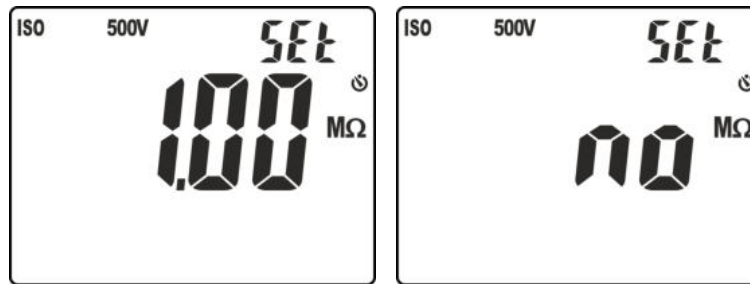

Fig. 16: Impostazione soglia limite nella misura di isolamento
5. Premere i tasti ∇/OFF o $\blacktriangle/\text{ZERO}$ per selezionare il valore tra le opzioni: **0.10M Ω** , **0.230M Ω** , **0.50M Ω** , **1.00M Ω** , **100M Ω** , **no**. L'opzione "no" indica la non impostazione della soglia (vedere Fig. 16)
4. Premere e tenere premuto il tasto **VTEST/LIM** (>2s) per impostare la soglia limite minima sulla misura. Il simbolo "Set" lampeggia a display. Premere i tasti **▼/☼** o **▲/ZERO** per selezionare il valore tra le opzioni: **0.10MΩ, 0.230MΩ, 0.50MΩ, 1.00MΩ, 100MΩ, no**. L'opzione "no" indica la non impostazione della soglia (vedere Fig. 16)
4. Premere e tenere premuto il tasto **VTEST/LIM** (>2s) per impostare la soglia limite **minima** sulla misura. Il simbolo "Set" lampeggia a display. Premere i tasti **▼/⚡** o **▲/ZERO** per selezionare il valore tra le opzioni: **0.10MΩ, 0.230MΩ, 0.50MΩ, 1.00MΩ, 100MΩ, no**. L'opzione "no" indica la non impostazione della soglia (vedere Fig. 16)